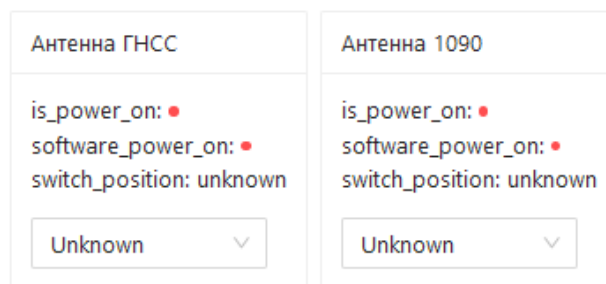

Рисунок 11
3.8.4. При нажатии с помощью манипулятора на элемент интерфейса «Питание антенн» открывается окно переключения питания антенн, которое приведено на рис. 11.